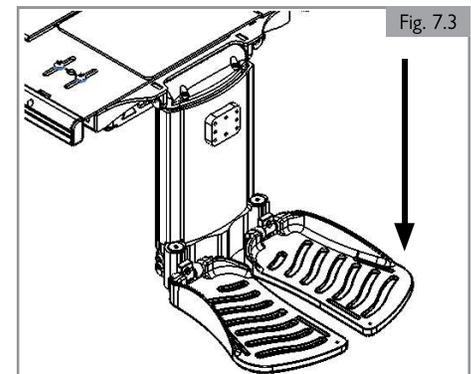

Fig. 7.3
4. Mueva la palanca del joystick hacia adelante, hasta que las plataformas reposapiés descansen completamente sobre el suelo. (Fig. 7.3)